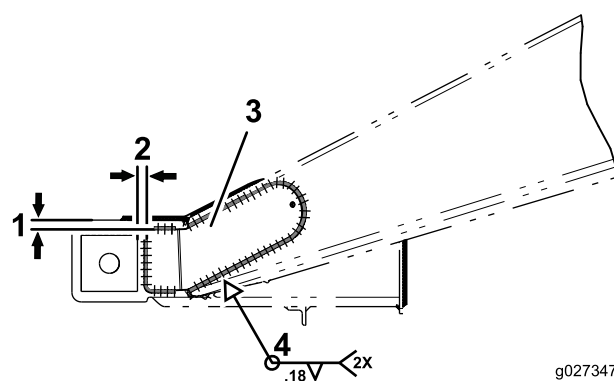

Figure 2
1. Soudez par point les goussets aux emplacements indiqué à la Figure 2.
2. Soudez les goussets latéraux droit et gauche comme montré à la Figure 2.